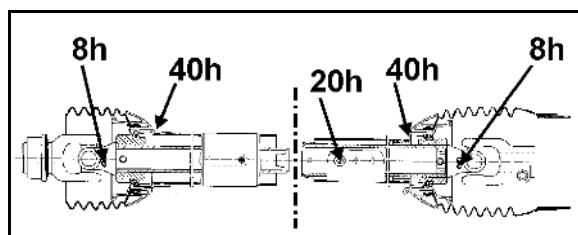

Bild 71
- 6 Skruvarna till vägningscellen (Bild 71/1)